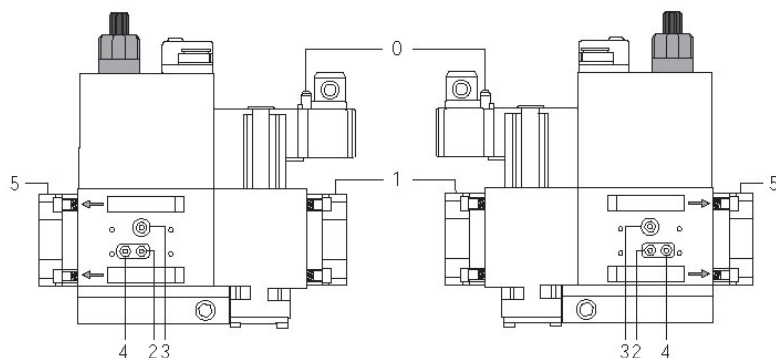
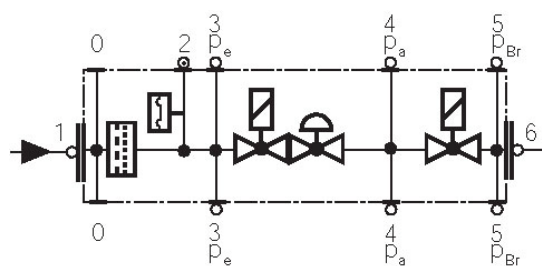

Fig. 25
Fig. 26
- Pulire o sostituire il filtro se la differenza di pressione fra i punti 1 e 2 (Fig. 25-Fig. 26)  $\Delta p > 10$  mbar.